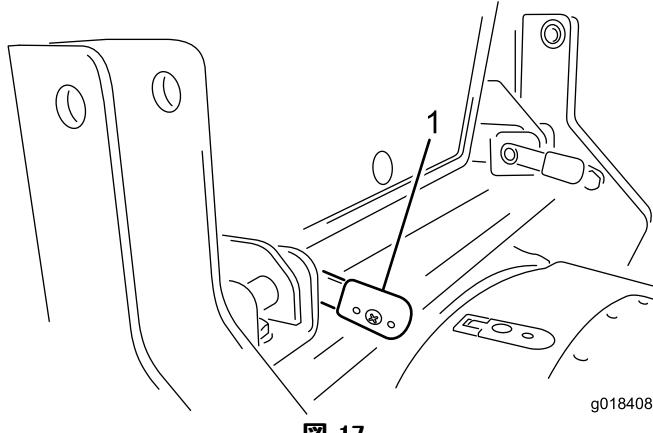

図 17
4. レバーが奥まで入ったら、レバーを後方に回してロックします(図17)。